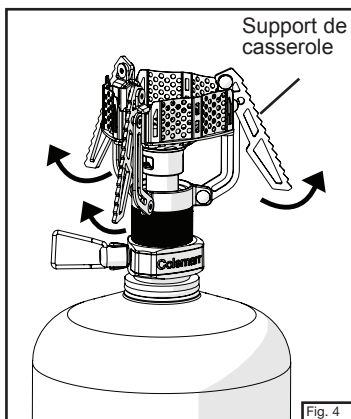
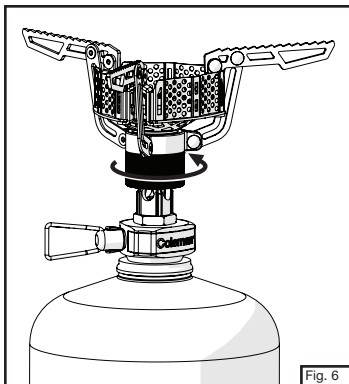

Fig. 4
Fig. 6
- Faites glisser doucement le contre-écrou vers le haut en direction du brûleur en déployant les supports de casserole (Fig. 4 et 5). Tournez le contre-écrou en sens anti-horaire sur sa position de verrouillage après avoir complètement déployé les supports de casserole. (Fig. 6)